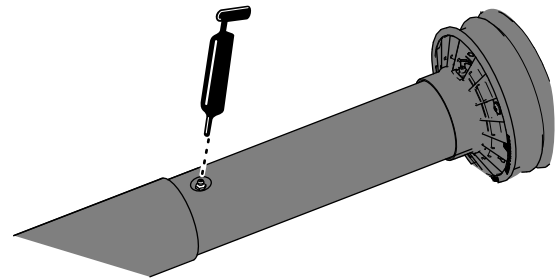

図 10
3. 内側の駆動シャフトガードのところで、グリスフィッティングにアクセスできるように駆動シャフトをすこし伸ばす 図 10。
4. 図 10のように、伸縮式の駆動シャフトにあるグリスフィッティングに所定のグリスを注入する。